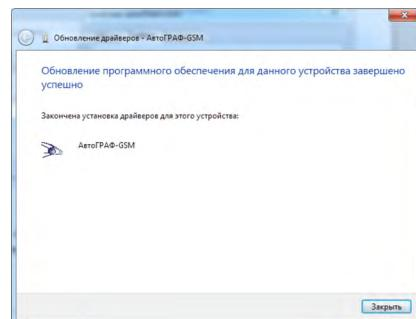

Рис.4
- 5.** После завершения установки драйверов система распознает подключенное устройство (Рис.4).